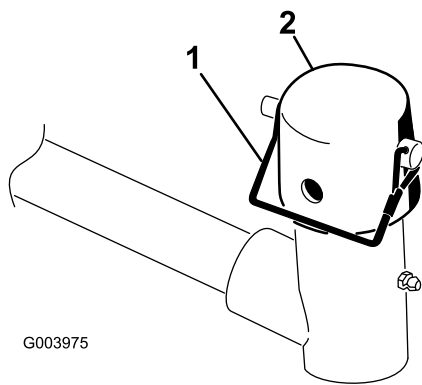

Рисунок 10
7. Снимите фиксирующий штифт и крышку с вилки оси поворота подъемного рычага (Рисунок 10).
11. Прикрепите крышку и ось несущей рамы к вилке подъемного рычага с помощью фиксирующего штифта. Используйте паз, если желательно использовать режущий блок с поворотом, или используйте отверстие, если режущий блок должен быть зафиксирован в своем положении (Рисунок 10).